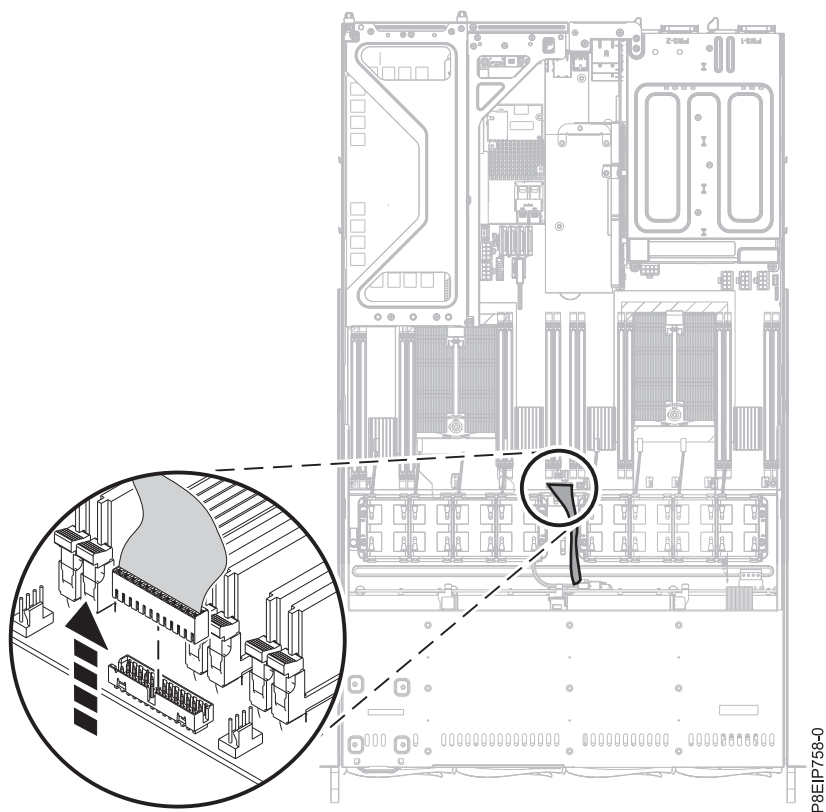

図 31. オペレーター・パネル・ケーブルの取り外し
10. システム・バックプレーンからオペレーター・パネル・ケーブルを取り外します (34 ページの図 31 を参照)。